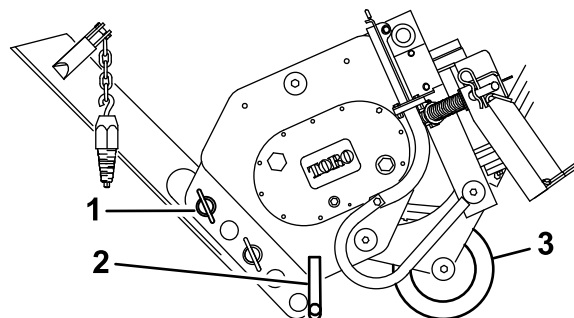

Figure 4
3. Insérez la lame et fixez-la en place avec la goupille à anneau et l'axe de chape, comme montré à la (Figure 4).
4. Basculez l'enfouisseuse en avant et abaissez-la sur le sol ou sur une remorque, le support et le coutre supportant le poids de l'enfouisseuse (Figure 4).